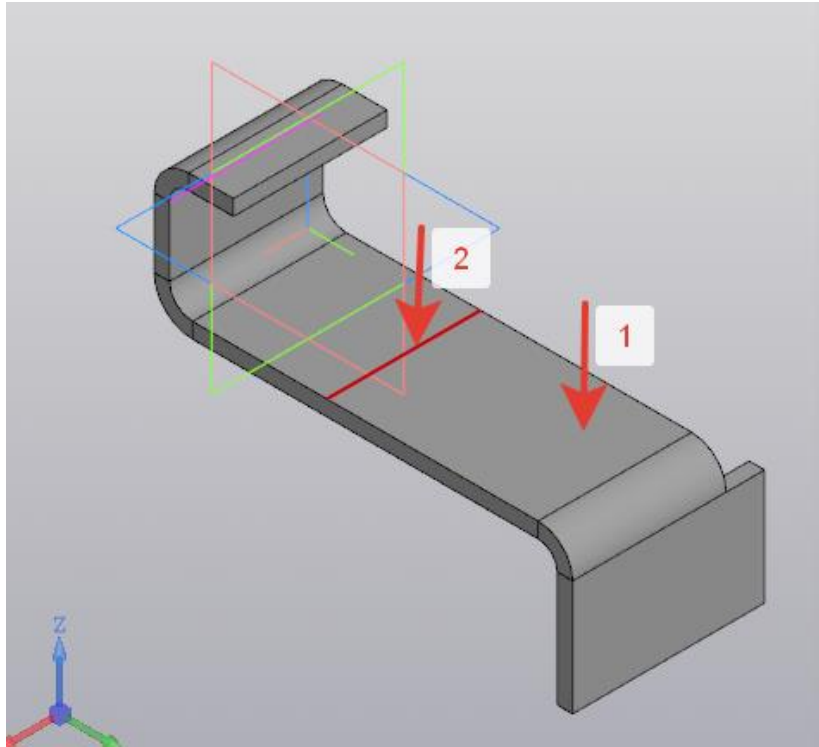

Рисунок 49.
14. На инструментальной панели выбрать *Элементы листового тела - Сгиб - Подсечка*, на листовой детали указать поочередно 1 *Базовые грани* и 2 *Линия* (рисунок 49).